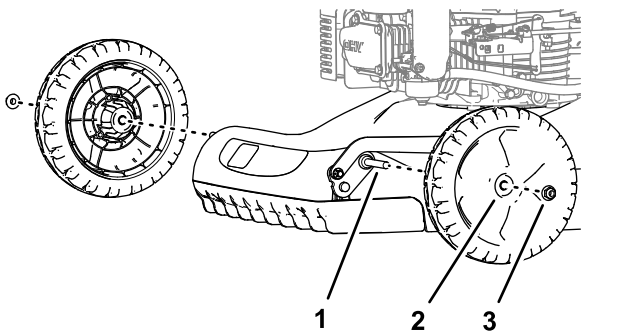

Figura 5
1. Togliete il dado di bloccaggio flangiato ($\frac{3}{8}$ ") che tiene fissa la ruota all'assale e rimuovete la ruota (Figura 5).